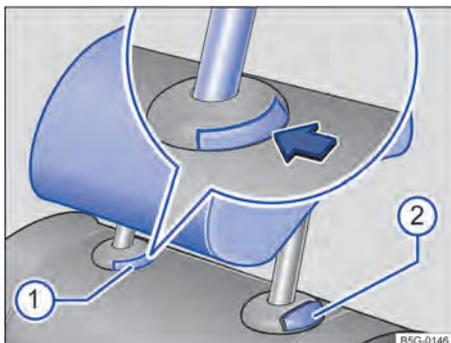

Fig. 80 Apoio para cabeça traseiro: desinstalar.
- Pressionar o botão → Fig. 80 1 na guia do apoio para cabeça.
- Ao mesmo tempo, pressionar o botão → Fig. 80 2, enquanto outra pessoa retira totalmente o apoio para cabeça.
- Empurrar o apoio para cabeça para baixo com o botão → Fig. 80 2 pressionado.